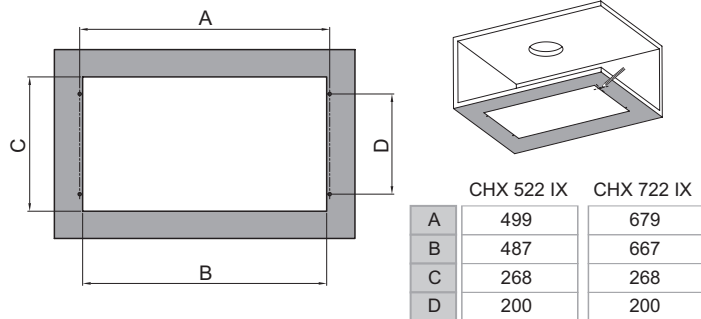

Рис. 2
1. Сделайте разметку и вырез в дне мебельного шкафа в соответствии с размерами. (Рис. 2)